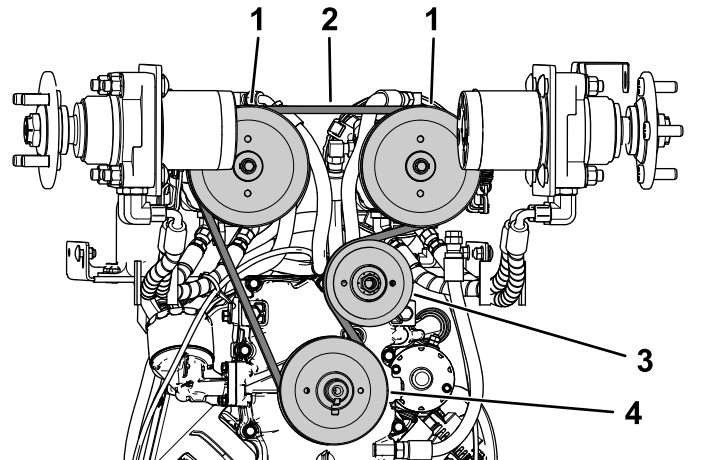

Figura 93
5. Con el brazo tensor alejado del sistema de poleas, enrute la correa nueva, empezando en las 2 poleas del motor hidráulico, luego alrededor de la polea del motor y la polea tensora (Figura 93).